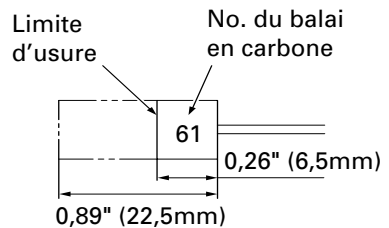

Fig. 6
4. Inspection des balais en carbone (Fig. 6)
REMARQUE : Utiliser le balai en carbone HITACHI No. 61 indiqué sur la Fig. 6.